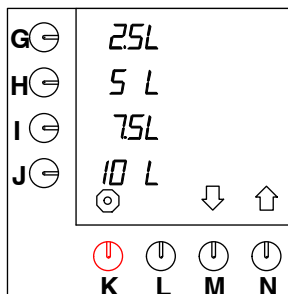

Fig. 23 Standard taster for forhåndsvalg
Maskinen er innstilt med enheten L (= liter) som standard. Denne måleenheten kan endres. (Denne måleenheten vises som standard på displayet ved de tilhørende tastene (fig.23)).
- Trykk på valgtasten (N.)↑ inntil fig.23 vises på displayet.